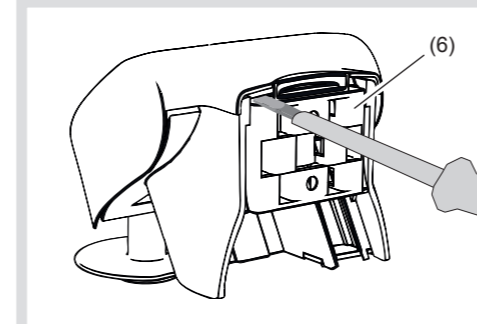

Bild 4: Wand-/Mastbefestigung lösen
Die Wetterstation wird inklusive einer Wand-/Mastbefestigung (6) ausgeliefert. Diese ist bei Auslieferung an der Rückseite eingerastet (Bild 4).
Wand-/Mastbefestigung (6) mit einem Schraubendreher vorsichtig aus der Rastung lösen und nach unten herausschieben (Bild 4).